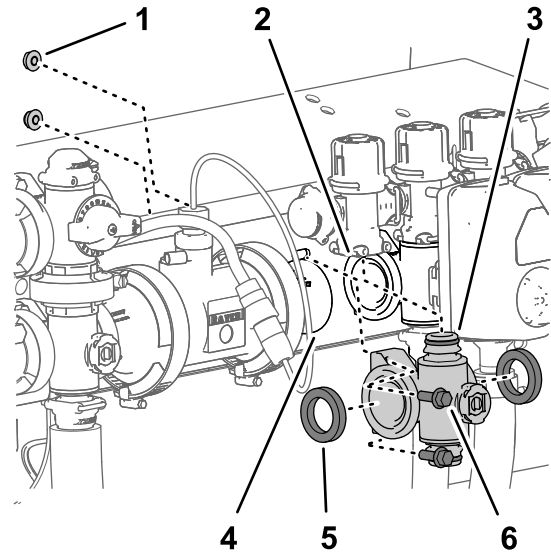
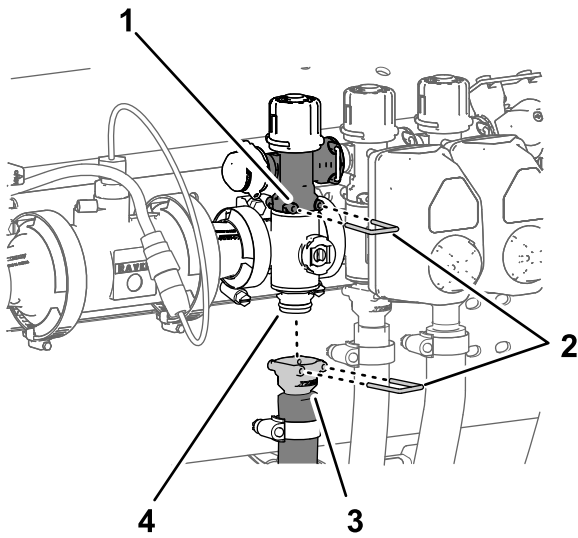

Figure 132
Figure 133
1. Aligned les 2 joints que vous avez retirés à la section Dépose de la valve de collecteur de section \(page 91\) et les brides du collecteur de vanne de section (Figure 132).
2. Alignez la bride du collecteur de vanne de section entre les brides des autres vannes de section et/ou adaptateur de raccordement (Figure 132).
3. Fixez le raccord rapide du collecteur de vanne de section au raccord rapide femelle de la vanne de dérivation de section à l'aide d'un l'étrier de fixation (Figure 132 et Figure 133).
5. Pour les collecteurs de vannes de sections gauche et droite, fixez le collecteur de vanne au support de vannes (Figure 132) à l'aide des 2 boulons à embase ($\frac{1}{4}'' \times \frac{3}{4}''$) et des 2 contre-écrous à embase ($\frac{1}{4}''$) que vous avez
8. Fixez le raccord rapide du flexible de section au raccord rapide du collecteur de vanne de section à l'aide de l'étrier de fixation (Figure 133).